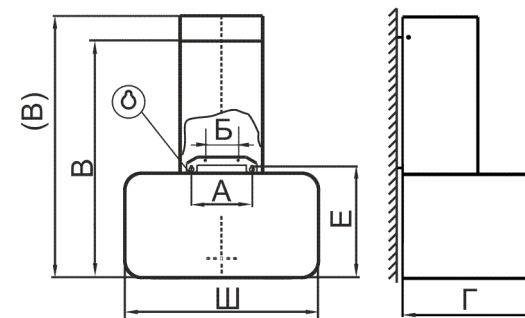

рис. 2
- 6.1. Установка кухонной вытяжки (рис.2)